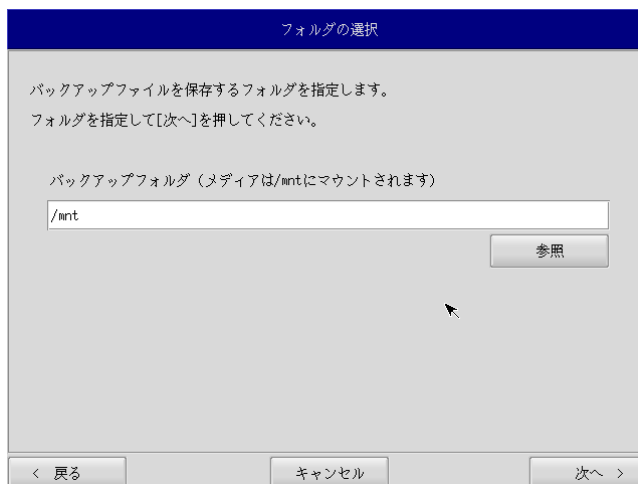

図 5-3-3. フォルダ選択画面
- ⑦ フォルダ選択画面（図 5-3-3）が表示されます。[参照]ボタンを押します。
- ⑨ フォルダ選択画面（図 5-3-3）で指定したバックアップフォルダが入力されていることを確認します。[次へ] ボタンを押します。